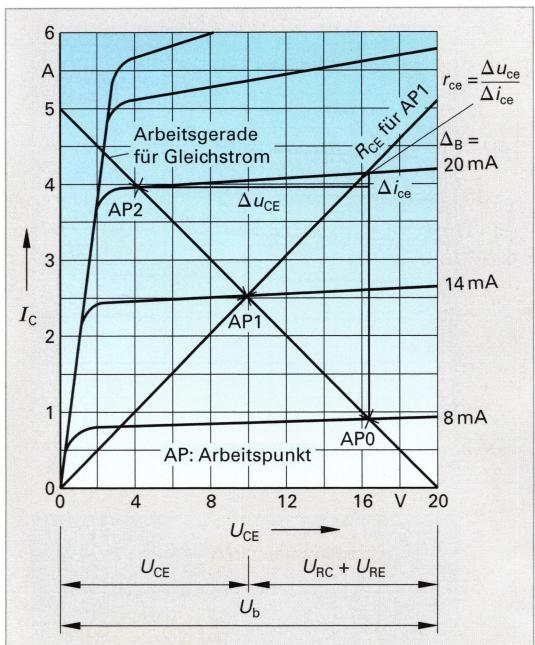

Bild 2: Arbeitsgerade für Gleichstrom
Zur Ermittlung der Gleichstromgrößen und des Arbeitspunktes einer Emitterorschaltung wird in das Ausgangskennlinienfeld die Arbeitsgerade für Gleichstrom (**Bild 2**) eingezeichnet. Die Gerade hat den Schnittpunkt mit der waagerechten Achse bei $U_{CE} = U_b$ und mit der senkrechten Achse bei $I_C = U_b/(R_C + R_E)$. Im Schnittpunkt mit der Ausgangskennlinie des Transistors liegt dann der Arbeitspunkt (AP).
- Ein Transistor mit dem Ausgangskennlinienfeld (**Bild 2**) ist mit $R_C = 4 \Omega$ an $U_b = 12 \text{ V}$ angeschlossen. Der Basisstrom beträgt 8 mA. Der Emitter liegt direkt an Masse. Bestimmen Sie a) mithilfe der Arbeitsgeraden den Arbeitspunkt, b) R_{CE} für diesen Arbeitspunkt, c) das Gleichstromverhältnis und d) die Gleichstromleistung.
- Ein Transistor wird mit einem Kollektorwiderstand wie in **Bild 2** dargestellt im Arbeitspunkt AP1 betrieben. Ermitteln Sie a) die Betriebsspannung U_b , b) den Kollektorwiderstand und c) das Gleichstromverhältnis.
- Eine Glühlampe mit der Aufschrift 12 V/72 W ist über $U_b = 12 \text{ V}$ an den Kollektor eines NPN-Transistors angeschlossen. Das Ausgangskennlinienfeld entspricht **Bild 2**. Der Emitter liegt direkt an Masse. Der Widerstand der Glühlampe wird als konstant angenommen. Bestimmen Sie den Spannungsfall an der Glühlampe, die Kollektor-Emitter-Spannung und den Kollektorstrom für a) $I_B = 8 \text{ mA}$, b) $I_B = 14 \text{ mA}$ und c) $I_B = 20 \text{ mA}$.
- Ein Transistor mit dem Ausgangskennlinienfeld (**Bild 2**) wird mit Kollektorwiderstand R_C an $U_b = 16 \text{ V}$ betrieben. Der Emitter liegt direkt auf Masse. Die Arbeitsgerade schneidet die y-Achse bei $I_C = 6 \text{ A}$. Bestimmen Sie a) R_C , b) U_{CE} und I_C für den Arbeitspunkt des Transistors bei einem Basisstrom von $I_B = 8 \text{ mA}$.